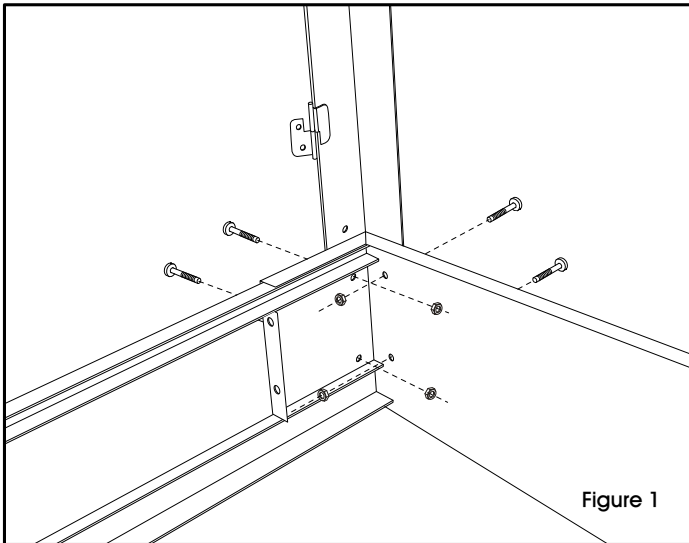

Figure 1
2. Attach front legs using 4 large bolts and 4 large nuts on each leg. (See Figure 1) Attach back legs using 4 large bolts and 4 large nuts on each leg.
Fixez les pattes avant en utilisant 4 grands boulons et 4 grands écrous pour chaque patte. (Voir la figure 1) Fixez les pattes arrière en utilisant 4 grands boulons et 4 grands écrous pour chaque patte.